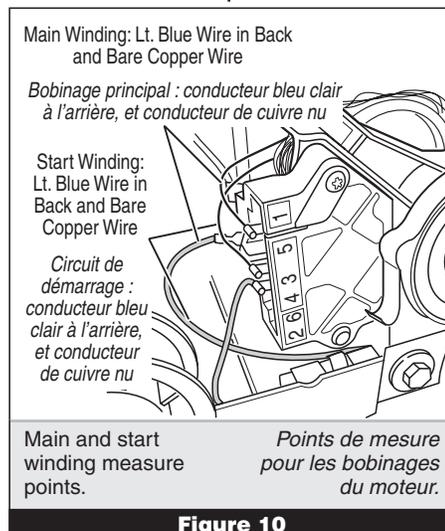

Figure 10
6. Using figure 10, check for the resistance values of the motor's Main and Start winding coils as shown in the following table.
6. Consulter la figure 10 - mesurer les valeurs de résistance des bobinages du moteur (bobinage principal et bobinage de démarrage). Voir le tableau suivant.